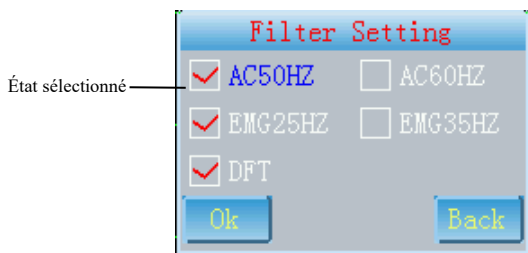

Fig. 7-3
1.  Accéder à l'interface « Filter Setting » (Configuration du filtre) comme illustré dans la Fig.7-3.